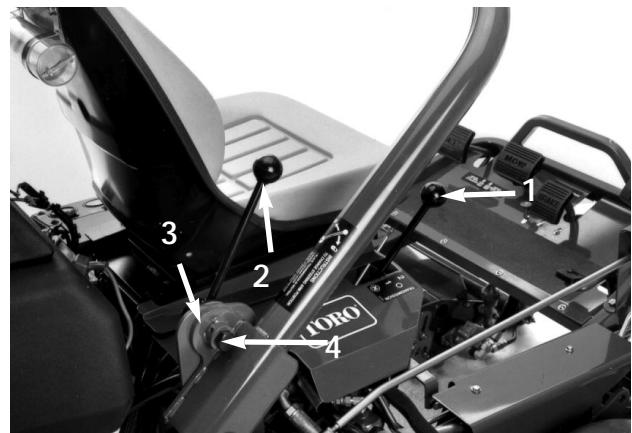

Fig. 7
**LEVA DEL CAMBIO** (Fig. 7)—Propone due livelli di trazione, oltre alla posizione di FOLLE. E' possibile spostarsi da una marcia all'altra mentre la macchina è in moto, senza arrecare danno.
**LEVA DI BLOCCAGGIO DEL BRACCIO DI STERZO** (Fig. 7)—Allentare la leva girandola indietro, quindi sollevare od abbassare il braccio di sterzo nella posizione più confortevole. Girare la leva in avanti per serrare.